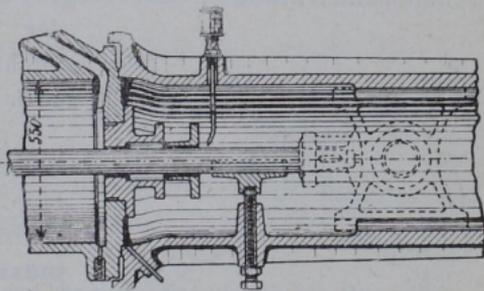

Fig. 171. Anordnung des Tropfölers.
b) zum Schmieren der Kolbenstange ordne man hinten und vorn **besondere Schmiergefäße** (Tropföler) nach Fig. 171—174 an.
Fig. 171 zeigt die Anordnung eines Tropfölers für die vordere Seite der Kolbenstange.